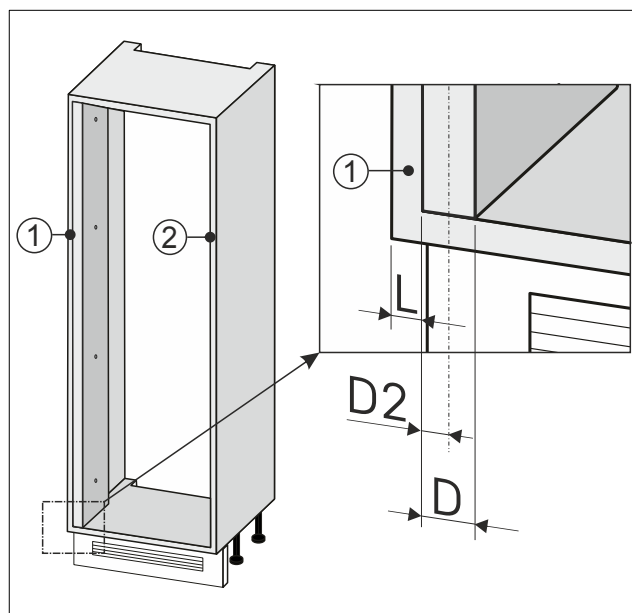

Fig. 89
- Poznamenejte si poloviční šířku Fig. 89 (D2) stěnového vyrovnání.